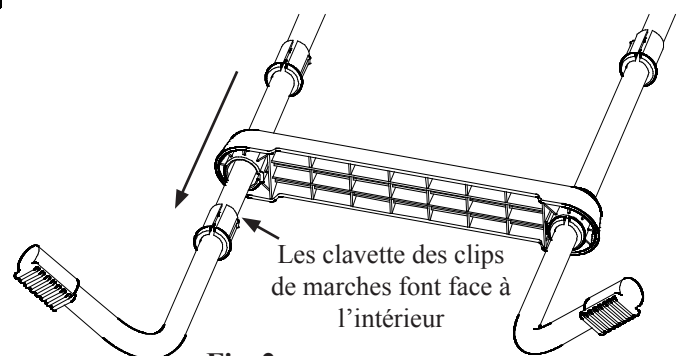

Fig. 2
1. Séparez les montants d'échelles (40) - deux montants à gauche et deux à droite. Voir au haut des montants : "L" pour gauche et "R" pour droite.
2. Avec précaution, ouvrez par son côté un clip de marche (44) juste assez pour le glisser du haut d'un montant "R" (40) jusqu'à la partie emboutie la plus basse, comme Fig. 1. La clavette du clip de marche doit être située vers l'intérieur du montant comme Fig. 2. Répétez avec le montant "L".
3. Coulissez une marche (42) sur les deux montants, tout en s'assurant que le côté marqué "R" de la marche est sur le montant de droite. Glissez la marche jusqu'à que le clip de marche (44) s'engage dans le dessous de la marche et que la clavette du clip de marche s'enclenche en place. En pressant les marches contre les clips de marche, ces derniers doivent rester dans la partie emboutie des montants. Les clips de marche doivent être engagés à ras du dessous des marches. Voir Fig. 2.
4. Pour monter le restant des clips de marche (44) et les marches (42) de la première section de l'échelle, répétez les étapes 2 et 3.
6. Les vis (45) doivent pénétrer par le côté intérieur de la main courante (41) et ressortir à travers la traverse avec l'étiquette de sécurité (49) lisible de l'extérieur. Les consignes de sécurité sur les traverses doivent faire face à l'extérieur des mains courantes. Continuez d'installer la rondelle frein (47) et l'écrou borgne (48) pour un serrage parfait de la traverse contre la main courante.